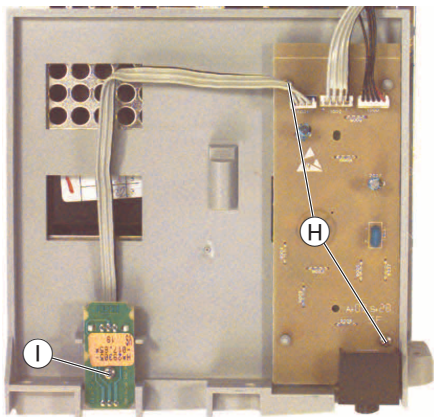

Fig. 3
- 2 Schrauben Ⓗ (Fig. 3) herausdrehen und Eject-Platte herausnehmen.
- Schraube ⓘ (Fig. 3) herausdrehen und IR-Erfänger-Platte herausnehmen.
- Undo 2 screws Ⓗ (Fig. 3) and remove the Eject board.
- Undo screw ⓘ (Fig. 3) and remove the IR Receiver Board.